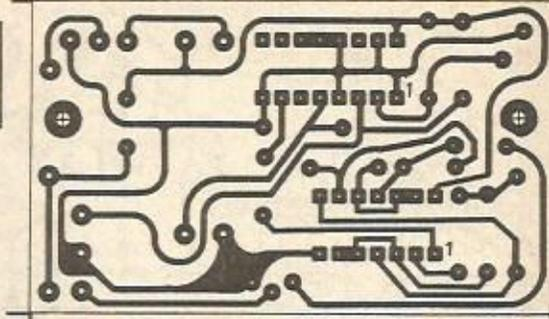

Fig. 2
- FIG. 2 - Um padrão/exemplo de lay out de Circuito Impresso. Aqui em ABC chamamos de "lay out" ao desenho, em tamanho natural (escala 1:1, portanto) das áreas cobreadas finais de um Circuito Impresso específico. O nome "Circuito Impresso" foi dado ao sistema devido à possibilidade dele ser feito, industrialmente, por "impressão" em silk screen, ou por métodos fotográficos. As áreas negras, nos lay outs, representam sempre a parte que fica, no final da confecção, cobreada, com a função elétrica de interligar componentes e promover as conexões necessárias ao funcionamento do circuito. Na verdade, um Circuito Impresso não é mais do que a inteligente e prática substituição dos fios e pontes de terminais usados em técnicas mais elementares de montagem (no "tempo da válvula" era tudo assim...).
nha reta" ou da "menor distância entre dois pontos" exige que NÃO SE FAÇAM CURVAS OU "LABIRINTOS" DESNECESSÁRIOS, num lay out! Observar, revendo a fig. 2 af atrás, que as "curvas" ou "cotovelos" estão unicamente em pontos onde a única solução de "desenho" obrigava ao seu uso. Mas tem um parâmetro que é importante: a dimensão (largura) das pistas! Lembrando que as pistas cobreadas não são mais do que "fios elétricos achatados e impressos sobre uma base isolante" e que, portanto, servirão para **conduzir corrente**, sua largura tem que ser proporcional à corrente que por elas passará! Já que a espessura (0,05mm) é fixa, devemos sempre considerar que uma largura de 1 mm pode manejar corrente de até uns 200mA... Se correntes maiores estiverem presentes, naquele